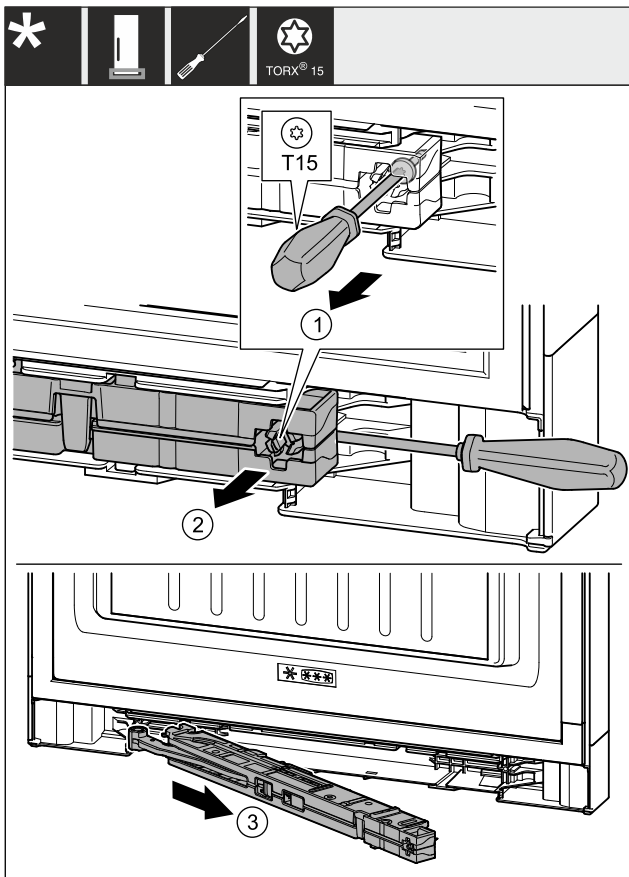

Fig. 7
- ▶ Відкрутіть гвинт на демпферному вузлі за допомогою викруттки T15 прибл. на 14 мм. Fig. 7 (1)
- ▶ Перемістіть викрутку з боку ручки за демпферний вузол. Поверніть вузол уперед. Fig. 7 (2)
- ▶ Витягніть вузол. Fig. 7 (3)